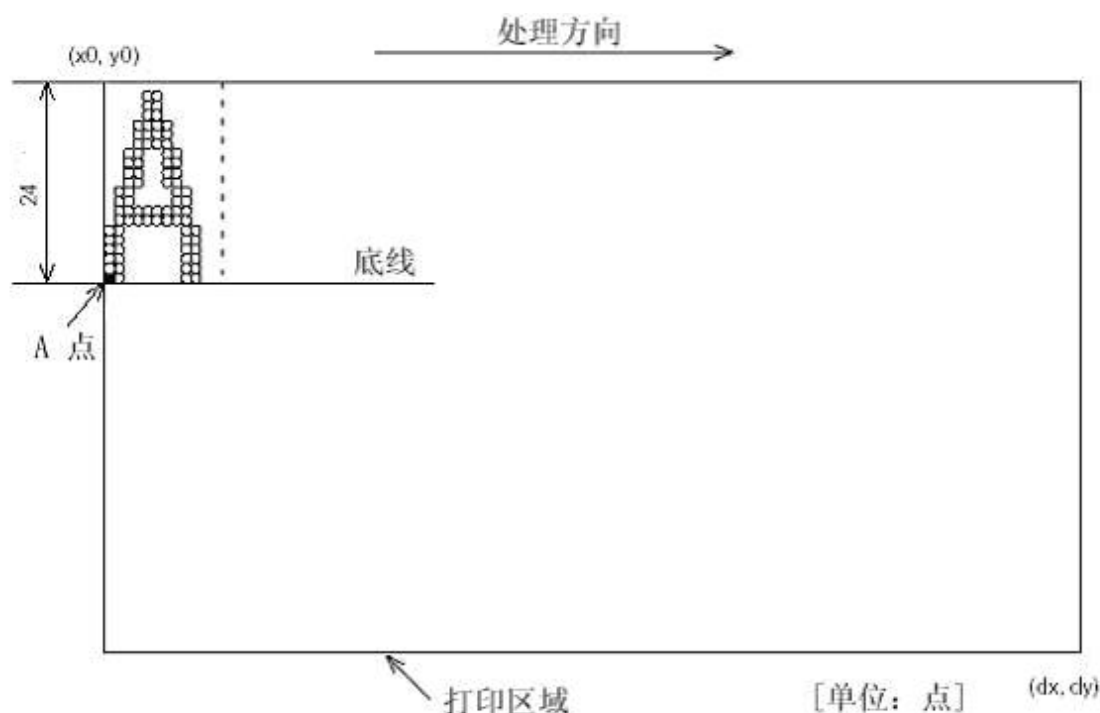

图 B.2 字符数据的存储位置
- 2) 打印机在打印区域和打印区域方向（由**ESC T**指令设置）设置之后，接收到的打印数据将会在打印区域内按照图B.2所示位置排列，A点为打印区域的起始位置，这是个默认值。